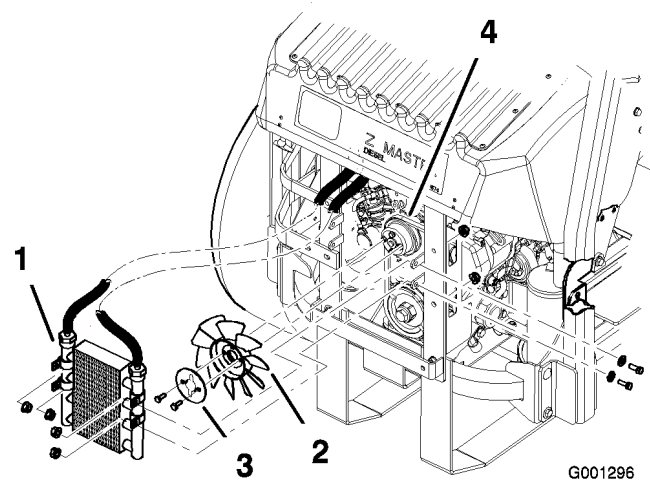

Figura 62
5. Togliete i quattro bulloni che fissano il radiatore dell'olio, e mettete il radiatore dell'olio da un lato (Figura 62).
6. Togliete i due bulloni che fissano la ventola e la relativa piastra alla macchina (Figura 62).
10. Montate la ventola e la relativa piastra con i due bulloni in precedenza (Figura 62).
11. Montate il radiatore dell'olio con i quattro bulloni tolti in precedenza (Figura 62).